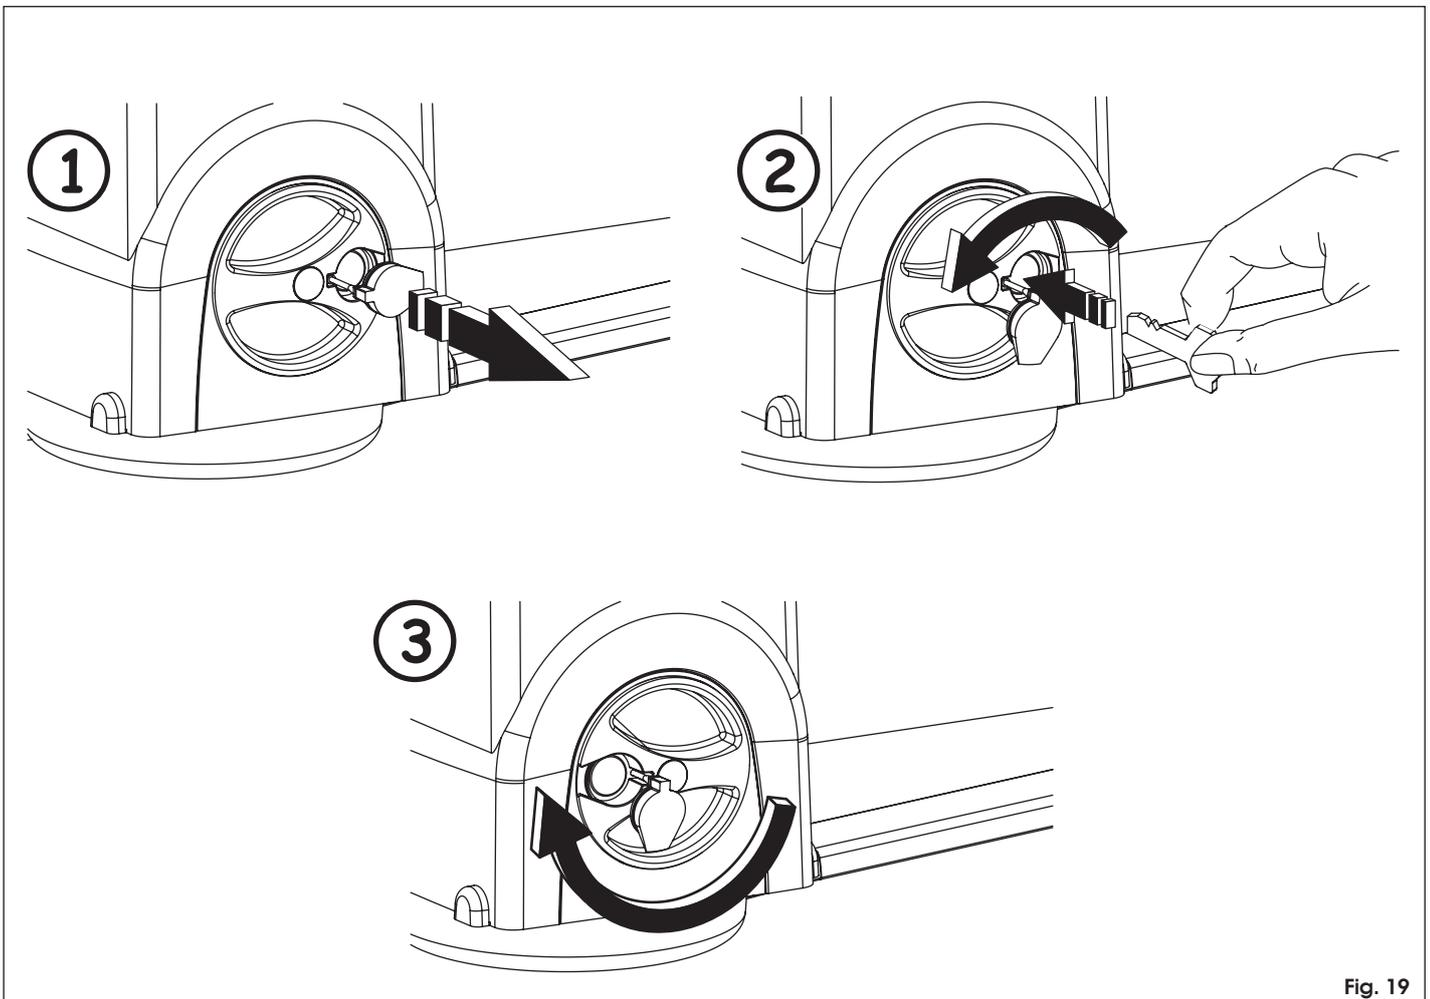

Fig. 19
2. Soulever le bouchon de protection de la serrure, fig. 19 réf. ①.
3. Introduire la clé et la tourner en sens inverse horaire jusqu'à son arrêt, fig. 19 réf. ②.
4. Tourner le bouton de déblocage en sens horaire jusqu'à son arrêt, fig. 19 réf. ③.